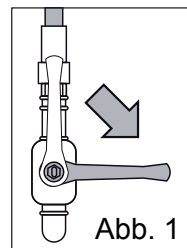

Abb. 1
- Den Absperrhahn stromaufwärts der Vorrichtung schließen (Fig. 1);
- Den dem Gerät vorgeschalteten Absperrhahn schließen (Abb. 1).
- Die Zünddüse (Abb. 1) durch eine Düse austauschen, die der gemäß der Referenztafel ausgewählt Gasart entspricht (siehe Gas-Referenztafel).
- Die Einspritzdüse (Abb. 1) durch eine Düse austauschen, die der gemäß der Referenztafel ausgewählt Gasart entspricht (siehe Gas-Referenztafel).
1. Bauen Sie die Blende ab (Abb. 1/A) des Geräts
- Die Ventilkugel am Becken entfernen (Abb. 1/C)